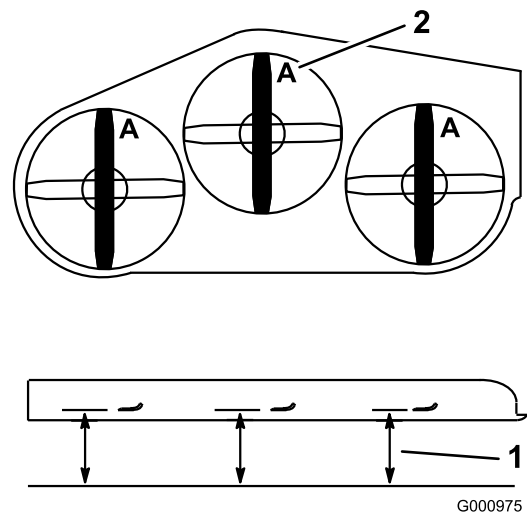

Figura 81
3. Gire las cuchillas hasta que los extremos estén orientados hacia adelante y hacia atrás (Figura 81). Mida desde una superficie nivelada hasta el filo de corte, posición A, de las cuchillas (Figura 81). Anote esta dimensión.